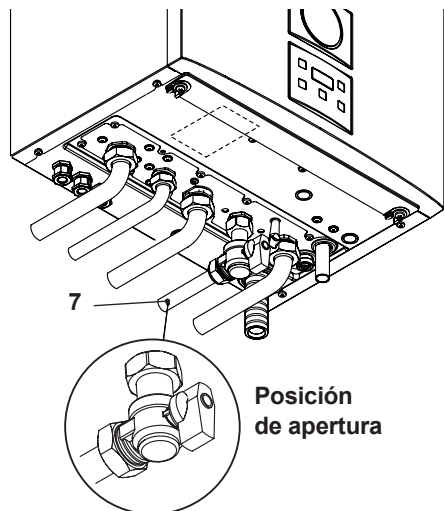

Figura 6.1
- Abra la llave 7 en la Figura 6.1.